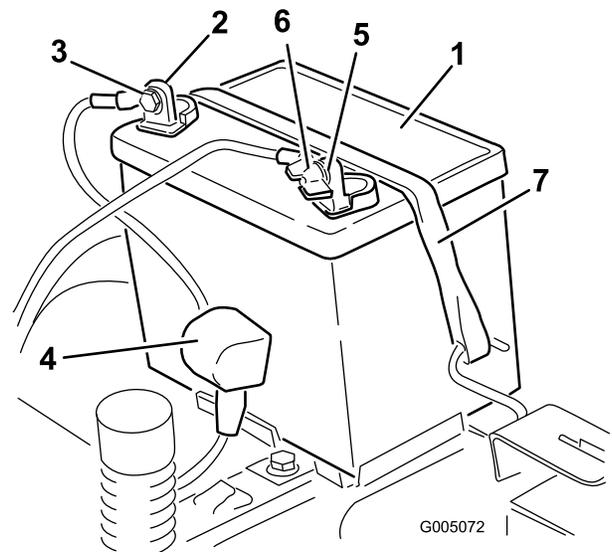

Figura 36
4. Desconecte el cable negativo de tierra (negro) del borne de la batería (Figura 36).
6. Desconecte el cable positivo (rojo) del borne de la batería (Figura 36).
7. Retire la correa de sujeción de la batería (Figura 36) y levante la batería para retirarla de su bandeja.
1. Coloque la batería en la bandeja (Figura 36).
5. Fije la batería con la correa de sujeción (Figura 36).